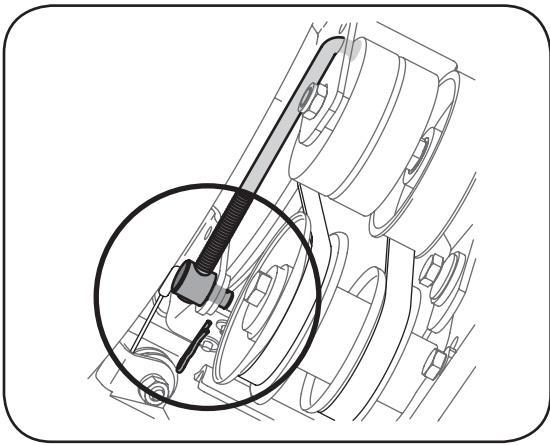

Figure 26
4. Retirez la goupille fendue et la rondelle plate de la vis pour dégager la tige de tension de la tarière du support du frein, comme à la Figure 26.